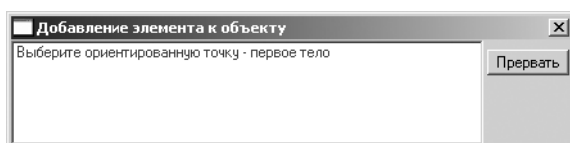

Рис. 2.103. Диалоговое окно **Добавление элемента к объекту**
- щелкните по кнопке  – **Линейный обобщенный упруго-диссипативный элемент с автопозиционированием** на панели компонент **UMComponent**. Появится диалоговое окно **Добавление элемента к объекту**, см. рис. 2.103;